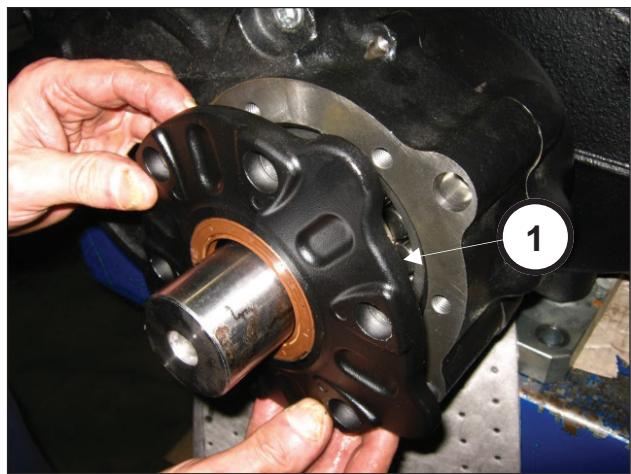

Fig. 80
Introducir la tapa del piñón en su alojamiento (pos. ①, Fig. 80).